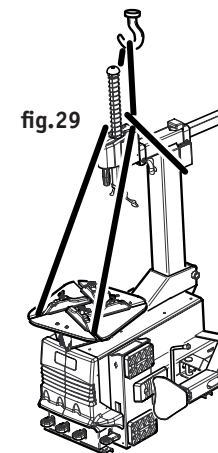

fig.29
- Togliere la protezione posteriore della leva di bloccaggio come fig.29.
- Remove the back protection of the locking lever as per fig.29.